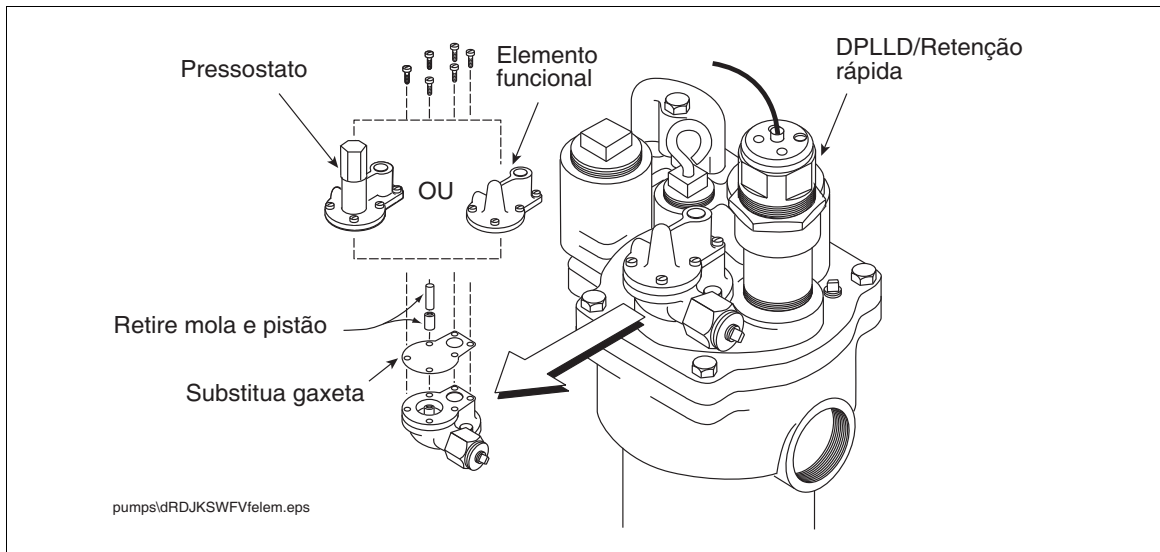

Figura 6. Modificação do pressostato/elemento funcional nas bombas Red Jacket
10. A válvula de retenção rápida do DPLLD elimina a necessidade do pressostato de bomba ou válvula de alívio de elemento funcional. Assim, ela deve ser modificada como parte da instalação do equipamento DPLLD. Retire os seis parafusos hexagonais de cabeça (1/4-28") do pressostato ou elemento funcional [Figura 6].